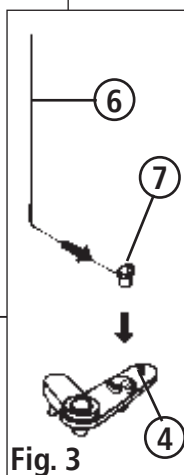

Fig. 5
1. Die Stelldrahtführung (3) und den Stellhebel (4) entfernen
2. Den Halterahmen (5) aufspreizen und nach unten abziehen (Fig. 5).
1. Remove linkage wire guide (3) and linkage lever (4).
2. Spread mounting frame (5) and remove by pulling down (fig. 5).